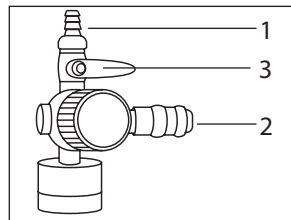

Рис. 4
- 6.8 Благодаря конструкции компрессора, Вы можете подключать одновременно два инструмента. На выходе из компрессора предусмотрены штуцера двух типов: «елочка» (Рис. 4, п. 1) и быстросъемный (Рис. 4, п. 2).
К инструменту, подключенному к быстросъемному штуцеру, воздух поступит автоматически. Для подачи давления к инструменту, подключенному к штуцеру типа «елочка», откройте шаровой кран (Рис. 4, п. 3).
Рабочее давление на выходе может изменяться непосредственно в процессе работы регулятором (Рис. 1, п. 7). Также можно отрегулировать расход воздуха отдельно только у инструмента, подключенного к штуцеру, посредством регулировки положения крана (Рис. 4, п. 3).
- к штуцеру типа «елочка» – закройте кран (Рис. 4, п. 3), ослабьте хомут (если установлен), смените шланги инструмента, снова затяните хомут и откройте кран, установив необходимый расход воздуха;
ПРИМЕЧАНИЕ! При работе одновременно двумя инструментами следует помнить, что давление в обоих инструментах будет одинаковым, а расход воздуха будет распределяться пропорционально соотношению проходных сечений инструментов или выходных штуцеров в случае регулирования расхода воздуха краном, т.е. при увеличении расхода воздуха через штуцер (Рис. 4, п. 1) будет уменьшаться расход воздуха через штуцер (Рис. 4, п. 2), и наоборот.